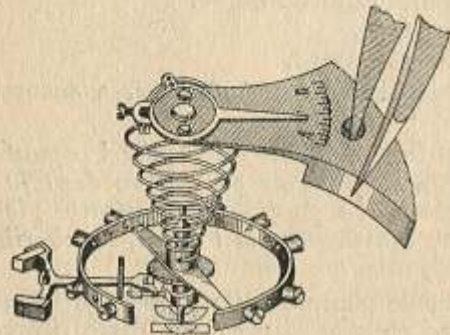

Fig. 134. Montarea balansierului cu puntea
15. Montarea la locul lui a balansierului împreună cu puntea (fig. 134). Puntea balansierului se apucă cu o pensetă și se ridică în sus. Spirala, întinsă în formă de pilnic, trage după ea balansierul. Îndreptînd puntea în poziția necesară, balansierul este lăsat în jos pe platină, observînd ea elipsa să intre în scobitura furcii, iar fusul de jos al axului balansierului să pătrundă în gaura pietrei. Continuînd menținerea punții balansierului cu pen-